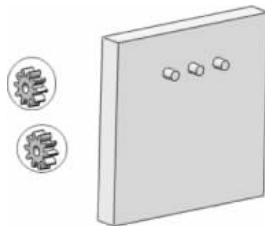

图 3-78 插入两个齿轮
(1) 单击【装配体】工具栏中的【插入零部件】按钮,弹出【插入零部件】的属性设置。单击【浏览】按钮,在弹出的【打开】对话框中选择零件【齿轮 1】,单击【打开】按钮,在图形区域的合适位置单击插入,然后插入一个同样的齿轮,两个齿轮如图 3-78 所示。